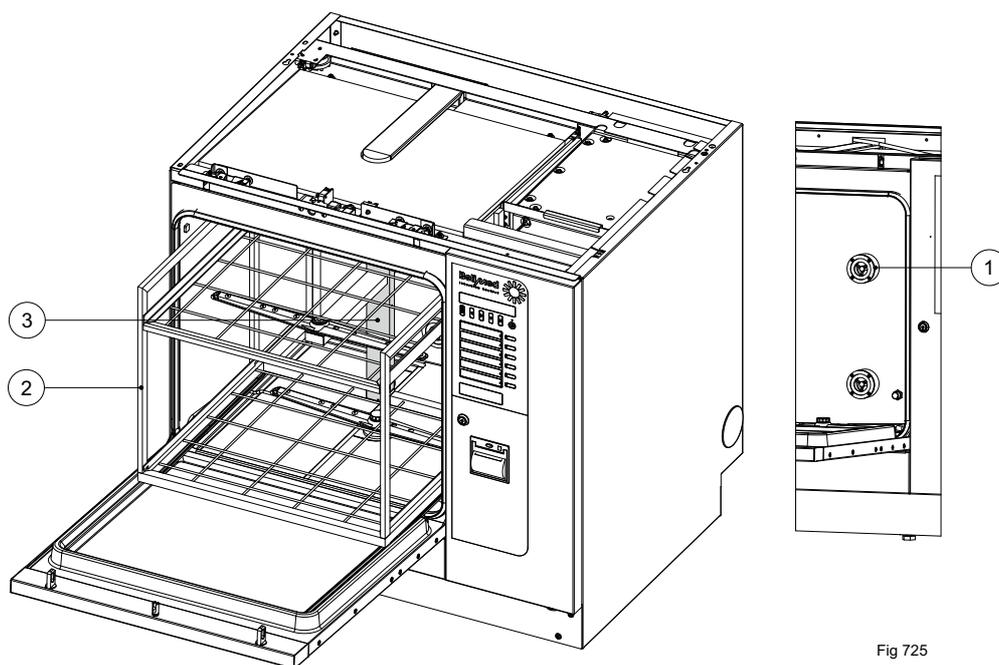

Fig 725
- ▶ Pousser le plateau chargé dans la chambre de lavage (fig. 725 pos. 2)
- l'amarrage du plateau (pos. 3) doit correspondre à celui de l'appareil (pos. 1)